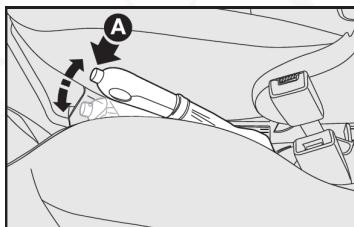

fig. 1
### FRENO DE ESTACIONAMIENTO - fig. 1
- 1) Levante un poco la palanca y presione el botón A-fig. 1.
- 2) Con el botón presionado baje la palanca. El testigo (P) se apaga.